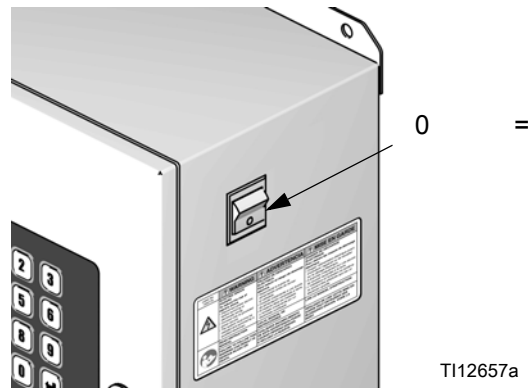

Рис. 14: Питание отключено
3. Отключите питание ProMix 2KS (положение 0). Рис. 14.